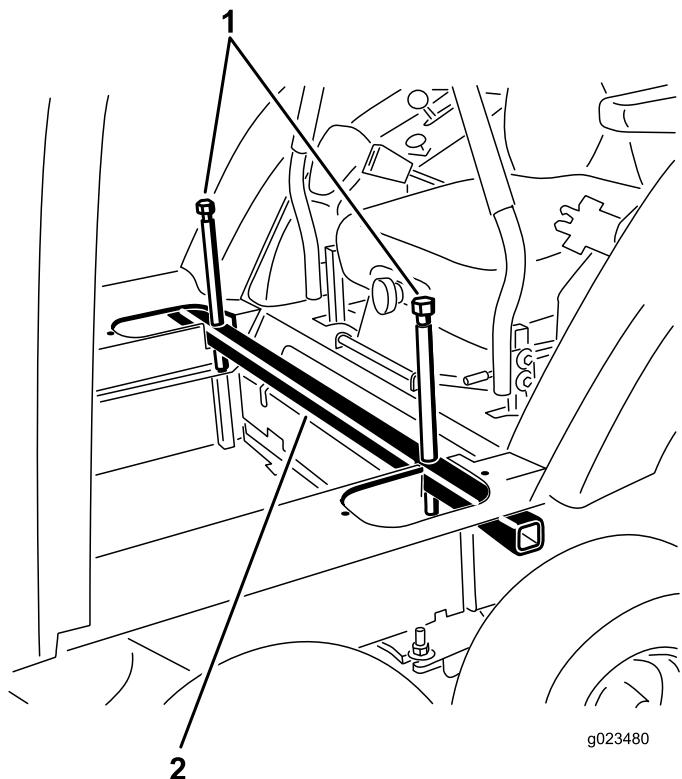

Figure 27
16. Desserrez les boulons de levage et retirez le tube de levage de la cabine des découpes du plancher (Figure 27).